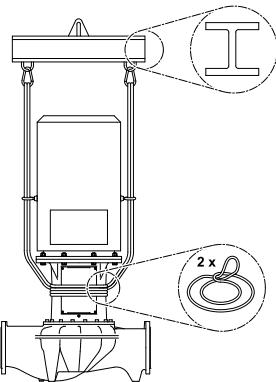

Fig. 32: Anbringen der Lastschlingen
- Zum Anheben mit dem Kran muss die Pumpe wie in (Fig. 32/33) dargestellt mit geeigneten Riemen umschlungen werden. Die Pumpe in Schlaufen legen, die sich durch das Eigengewicht der Pumpe festziehen.